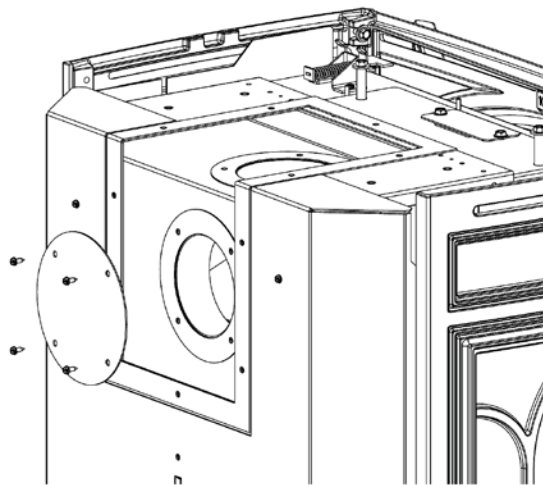

Figure 4.
2. Retirez les 4 vis de la plaque-couvercle d'évacuation arrière et réinstallez la plaque-couvercle sur la sortie du dessus. Voir les fig. 4 et 5.